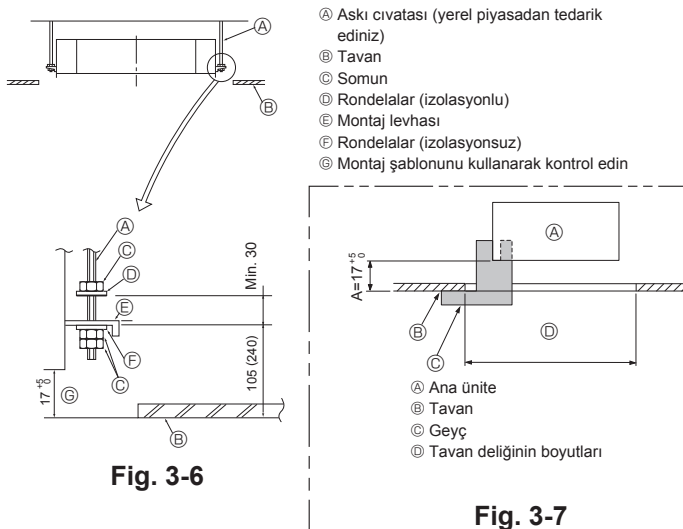

Fig. 3-6
3.6. Üniteyi asma işlemleri (Fig. 3-6)